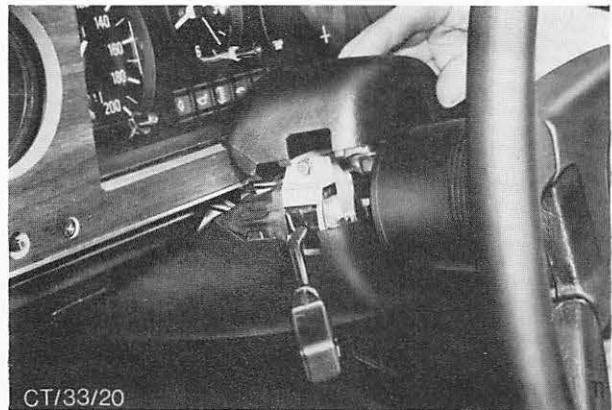

Abb. 61 Obere Hälfte der Lenksäulenverkleidung aus der Steckhalterung lösen
2. Lenksäulenverkleidung abbauen (obere Hälfte gesteckt, untere mit 3 Schrauben befestigt), Abb. 61.